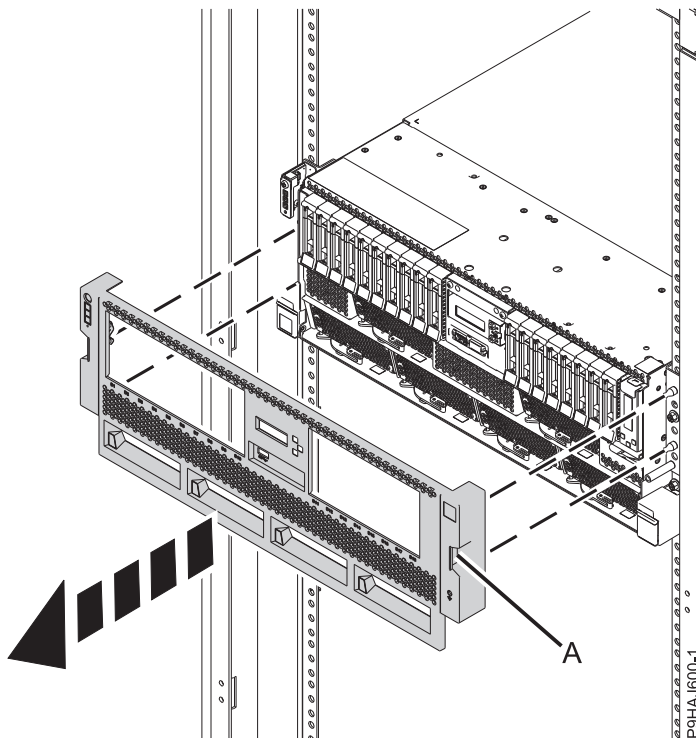

Figura 8. Extracción de la cubierta frontal
2. Para un sistema montado en bastidor, extraiga la cubierta frontal tirando de ella para extraerla del sistema. La cubierta tiene hendiduras (A) para que se sujete más fácilmente. Vea la Figura 8.